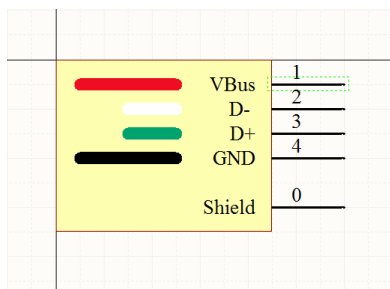

图 19-3 USB-A 完整元件符号
4) 放置元件引脚。执行菜单命令 Place » Pin 放置引脚, 在矩形边框分别放置 5 个引脚, 从上到下引脚编号分别设为 1、2、3、4 和 0, 名称分别设为 VBus、D-、D+、GND 和 Shield, 最后的结果如图 19-3 所示。